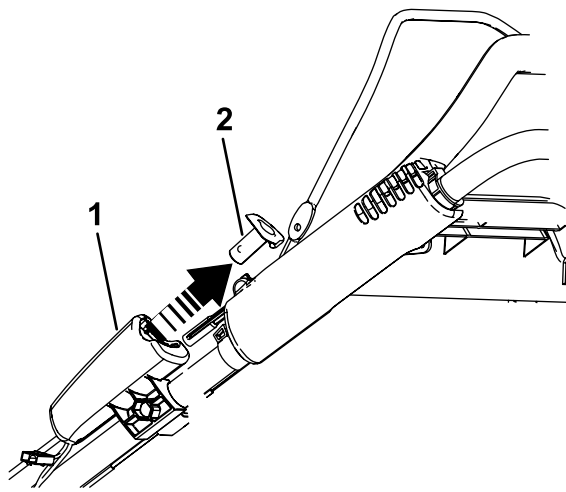

Figura 35
1. Retire el botón de arranque eléctrico tal y como se muestra en la Figura 35 (modelo de arranque eléctrico solamente).